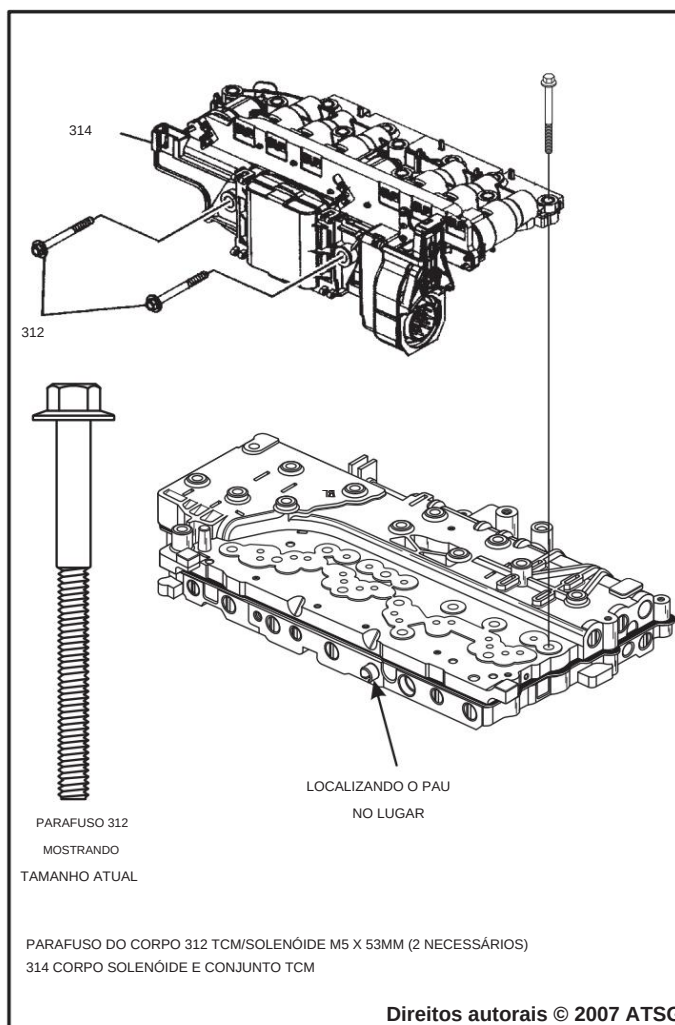

Figura 146
25. Instale o Corpo do Solenóide/TCM no corpo da válvula e coloque os dois parafusos de fixação pela lateral, conforme mostrado na Figura 146, e aperte manualmente somente neste momento.
**Nota:** O conjunto do Corpo do Solenóide/TCM deve estar alinhado com o pino de localização, conforme mostrado na Figura 146.